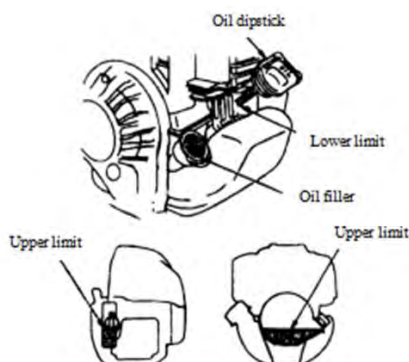

Figure 2
2. Vérifiez l'huile moteur avant chaque utilisation - Placez le moteur horizontalement, vissez le bouchon de remplissage d'huile, vérifiez le niveau d'huile comme indiqué à la figure 2, si l'huile est faible, ajoutez de l'huile pour atteindre la limite supérieure.